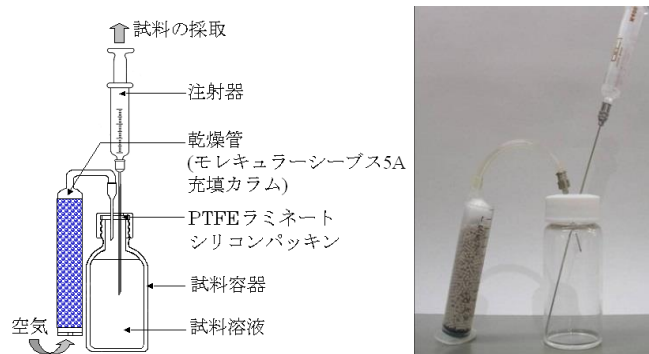

図 5・1 試料採取法の概念図
- ① 実験器具は良く乾燥したものを使用してください。
- ② 微量水分の測定を行うときはバックグラウンド値の影響が大きくなります。ケトン・アルデヒド類の測定では、他の試料に比べてバックグラウンド値が高くなりやすいので、十分に安定したことを確認してから測定を行ってください。
- ③ 試料の吸湿を防ぐため、図 5・1 に示した様なバイアル瓶を使用し試料を採取することを推奨いたします。